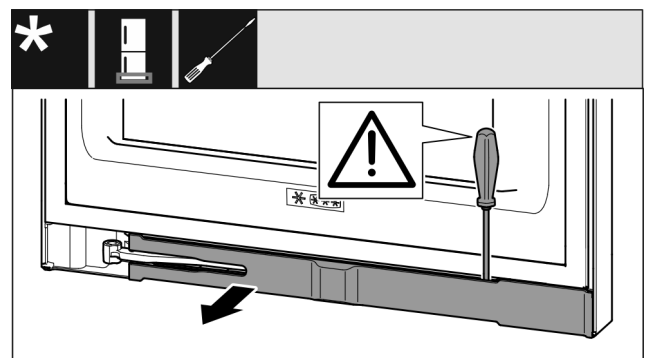

Fig. 13
- ▶ Blende mit Schlitzschraubendreher austrasten und zur Seite schwenken. (siehe Fig. 13)